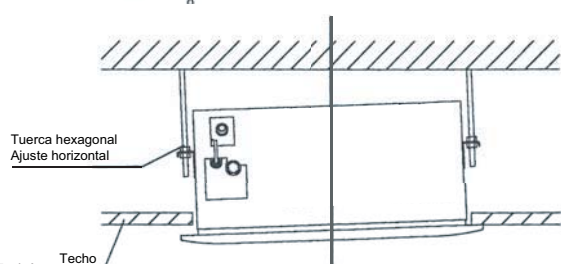

Fig.5-14
- Si después de apretar los tornillos sigue habiendo holgura entre el panel y el techo, hay que volver a modificar la altura de la unidad interior (ver Fig.5-14-izquierda).
- Se puede modificar esa altura a través de las aberturas de las cuatro esquinas del panel, si no se varía la elevación de la unidad interior y del tubo de desagüe (ver Fig.5-14-derecha).